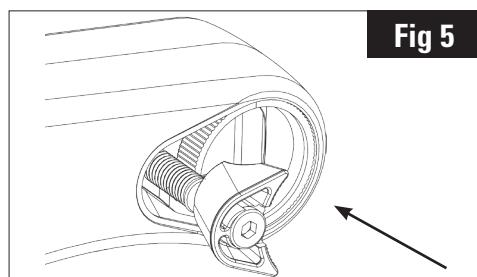

Fig 5
4. Pasar el conjunto de taco+tornillo (12+14+15) en su posición dentro del cuerpo de la potencia (Fig. 5).